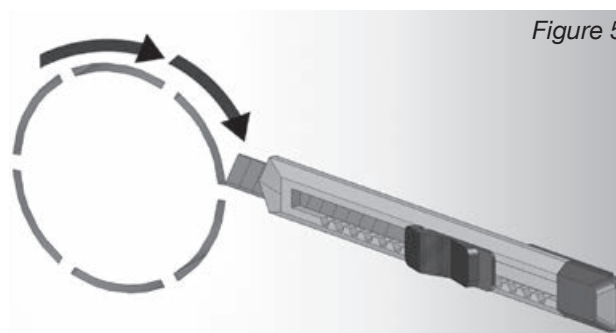

Figure 5
2. Découper le cercle perforé du revêtement de film plastique à l'aide d'un couteau (fig. 5).